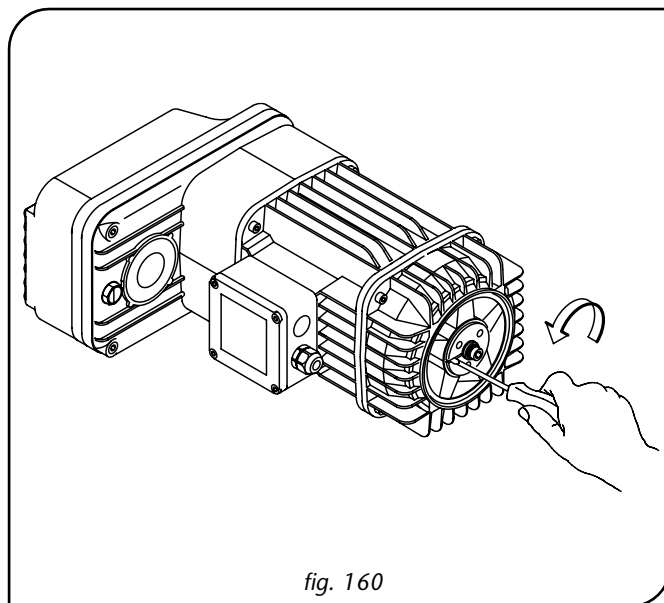

fig. 160
3. Rimuovere la ghiera dal ceppo sbloccandola, se necessario agendo con un cacciavite nell'intaglio (fig. 160).